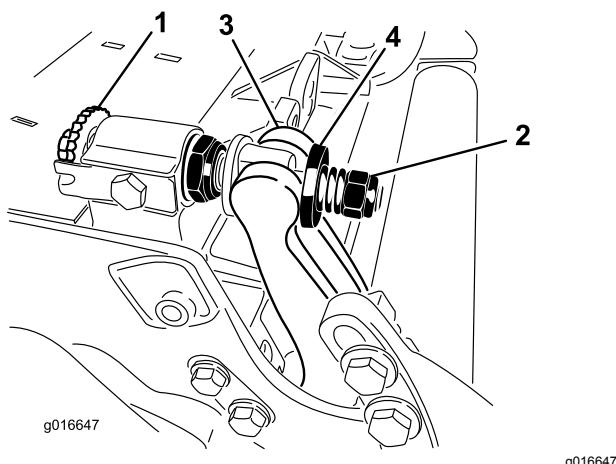

Figura 29
1. Ruotate le viti di regolazione della barra di appoggio in senso antiorario per allontanare la controlama dal cilindro (**Figura 29**).
2. Allentate il dado di tensione della molla finché la rondella non sarà più in tensione contro la barra di appoggio (**Figura 29**).